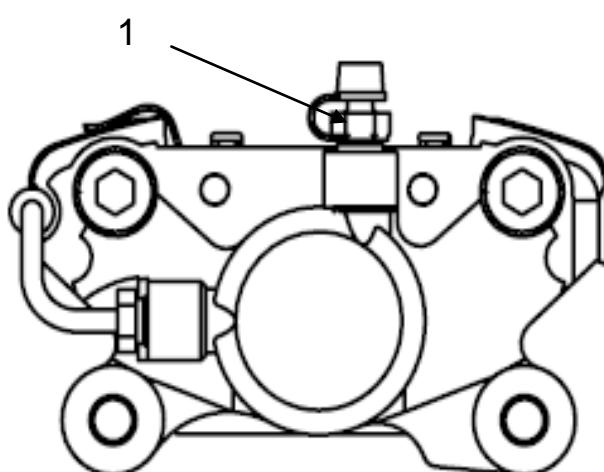

Рисунок 29 – Тормозной суппорт
2. Налейте тормозную жидкость в емкость бачка, наденьте трубку на перепускной штуцер 1 (рисунок 29) тормозного суппорта, свободный конец трубы погрузите в тормозную жидкость, залитую в специальную емкость;